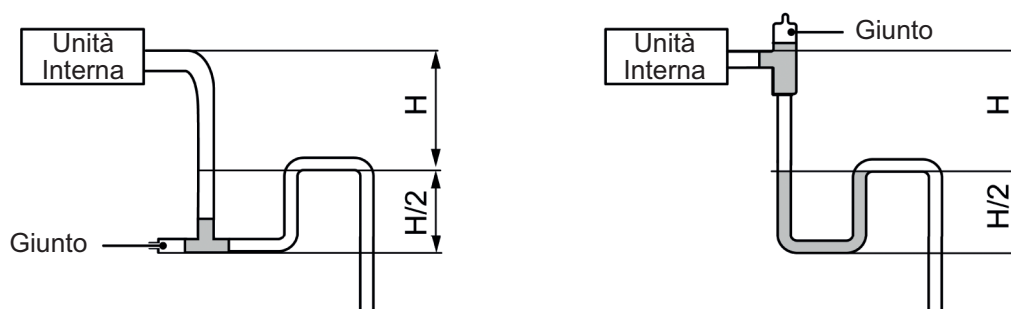

Fig. 4.3.5
- (5) Installare il sifone come mostrato in Fig. 4.3.5.
- (6) Installare un sifone per ogni Unità.
- (7) Nell'effettuare l'installazione, prendere in considerazione la futura manutenzione del sifone.